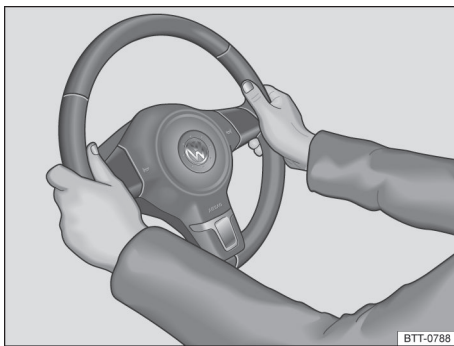

Fig. 54 No volante: posição 9 e 3 horas.
- Ajustar o volante de forma que possa ser segurado lateralmente com ambas as mãos e braços ligeiramente arqueados na borda externa (posições 9 horas e 3 horas) \Rightarrow Fig. 54 \Rightarrow .
- Durante a viagem, sempre segurar o volante lateralmente com ambas as mãos na borda externa nas posições de 9 horas e 3 horas \Rightarrow Fig. 54 para diminuir ferimentos pelo acionamento do airbag dianteiro do condutor.